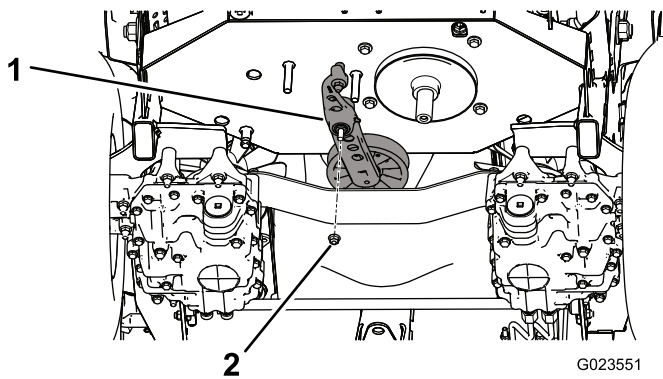

Figura 58
5. Retire a porca que fixa o conjunto tensor à estrutura (Figura 58).